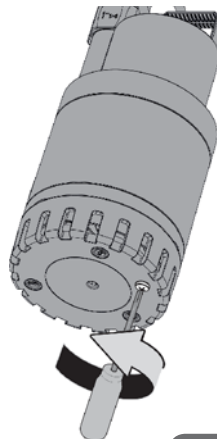

Fig. 9
- Skruva loss fästskraven på filtret (fig. 9) på de modeller som är försedda med denna skruv.
- Skruva loss fästskruvn på filtret (fig. 9) på de modeller som är försedda med denna skruv.